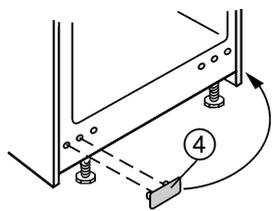

Fig. 4
- Rimuovere la copertura Fig. 4 (4) e chiudere i fori di fissaggio che si sono liberati.